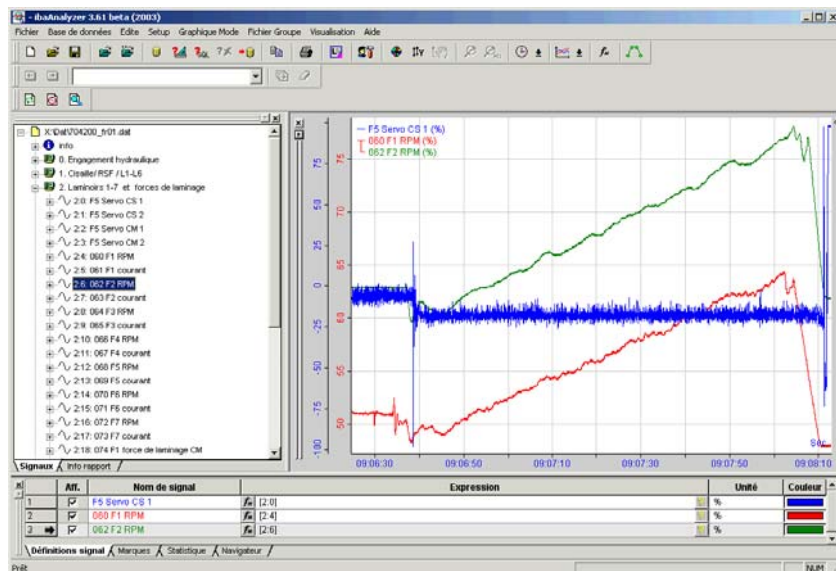
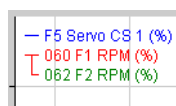

Fig.58 Deux signaux sur un axe Y
Fig.59 Signaux avec un axe Y commun
- Représenter un autre signal dans une bande existante, cependant, par rapport au même axe que le signal existant: il suffit de déplacer le signal souhaité vers la zone de l'axe Y de la bande souhaitée. Les deux signaux ont maintenant la même référence d'axe Y. Une nouvelle couleur est automatiquement attribuée au nouveau signal. (Fig.58). Les noms des signaux respectifs sont référencés dans la zone supérieure, à gauche de la bande. Des signaux qui ont un axe commun sont reliés par un trait d'union. (Fig.59)